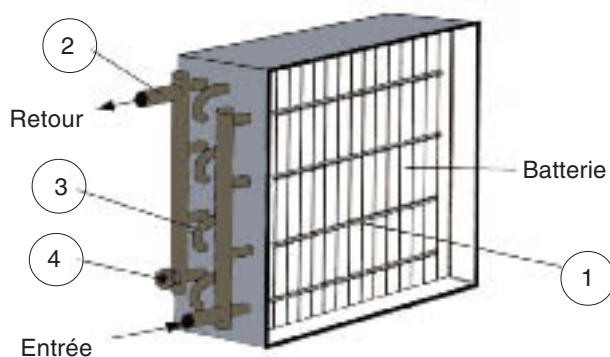

Fig. 3
La sonde antigel a pour fonction d'empêcher la formation de glace sur les nappes de tubes du réchauffeur d'air. Le gel pourrait endommager le réchauffeur et engendrer des dégâts des eaux par ex. L'emplacement de la sonde de température est très important, puisqu'elle doit détecter si la température devient trop basse. Il peut être difficile de déterminer l'endroit dans le réchauffeur d'air où la température risque d'être la plus basse. La sonde peut être placée sur une nappe de tubes (1), sur le retour (2) ou sur un coude de tube (3). L'endroit le plus approprié dépend de la conception du réchauffeur (fig. 3). Certaines batteries sont équipées d'un raccord de sonde standard (4). Une sonde antigel peut être mécanique ou électronique. La sonde antigel électronique dispose souvent de plusieurs fonctions :